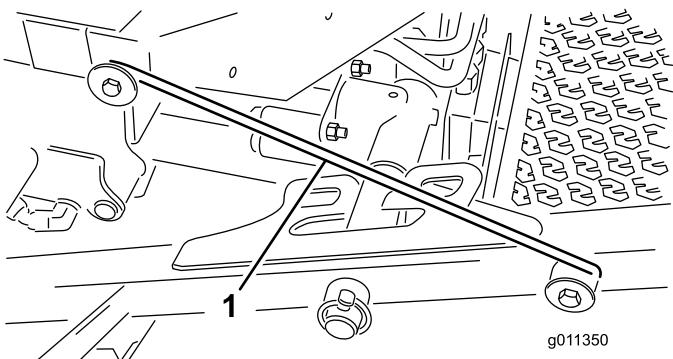

Figura 7
- Liberte a barra do trinco (Figura 7) do retentor do suporte da estrutura frontal.
- Eleve a parte exterior das plataformas de corte frontais e coloque o trinco sobre o pino da estrutura montado na parte da frente da plataforma do operador (Figura 7).